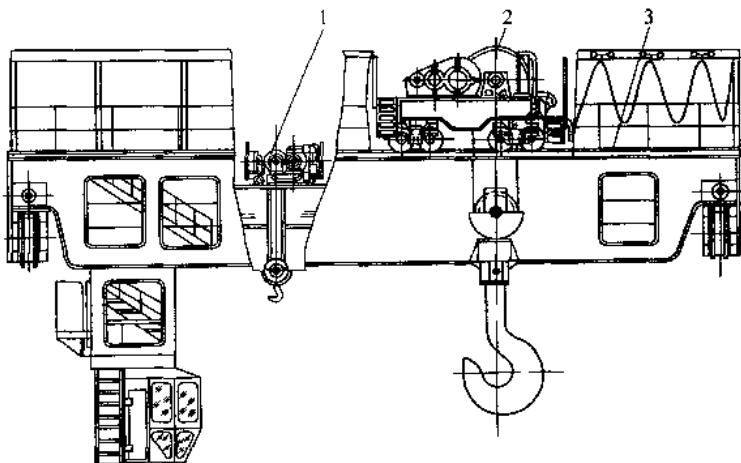

图 1-8 铸造起重机
(2) 铸造起重机 铸造起重机是冶炼车间运送钢液和浇注钢锭用的起重机，如图 1-8 所示。主小车的起升机构用于吊运盛钢桶，副小车的起升机构用于翻倾盛钢桶和做一些辅助性工作。主小车在两根主梁的轨道上运行，副小车在两根副梁的轨道上运行，其轨道低于主小车轨道。主、副小车可以同时使用。有的副小车是双钩，但副小车的主、副钩是不能同时使用的。